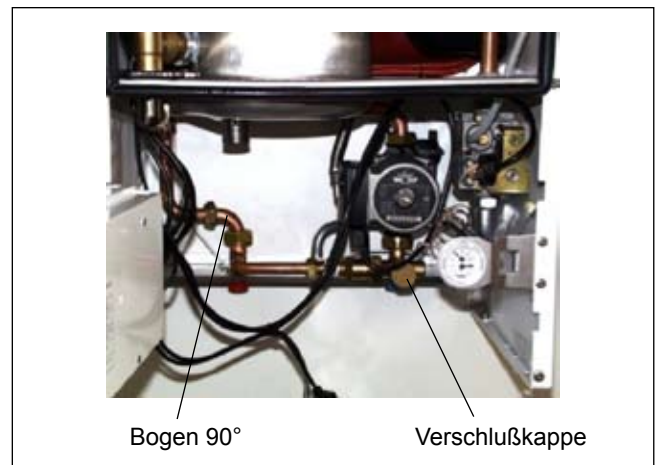

Bild 2: Vorbereitung zum Einbau
- Bauen sie den Bogen-90° im Heizungsvorlauf aus (Bild 2).